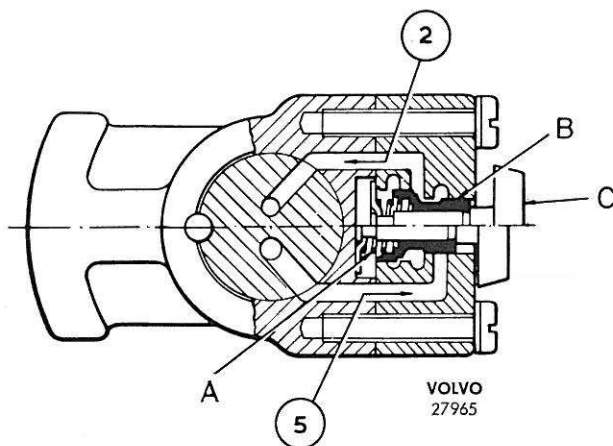

Figure 16. Régulateur
prime aux masselottes centrifuges (C, figure 16) et à la valve (B) une force centrifuge qui tend à ouvrir cette valve. Cette force centrifuge est contrebalancée par le fait que la pression de régulateur, qui agit également sur une petite surface de la valve de régulateur, maintient cette dernière dans un état d'équilibre. Par suite, la pression de régulateur augmente en proportion de la force centrifuge qui varie avec le régime de rotation de l'arbre récepteur. Lorsque la vitesse augmente, les masselottes centrifuges continuent à s'éloigner du centre jusqu'à ce qu'elles butent contre le carter du régulateur. En ce moment, la pression de régulateur est réglée par la force centrifuge de la valve de régulateur et par un ressort (A) placé derrière cette valve. La pression de régulateur devient alors moins sensible aux variations du régime de l'arbre récepteur.